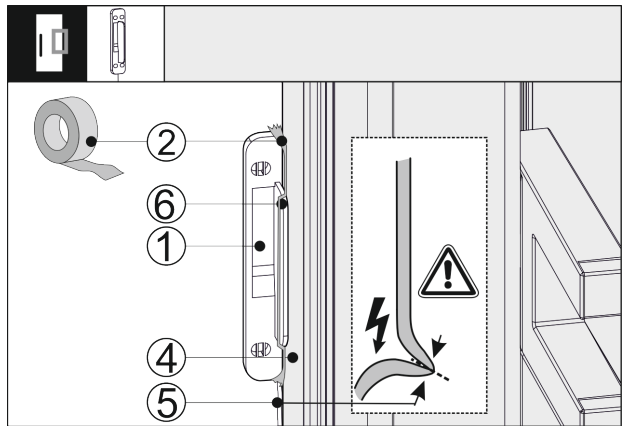

Fig. 42
- Aseta koputusanturi Fig. 42 (1) laiteoven sivulle Fig. 42 (4) niin, että vaste Fig. 42 (6) on kiinni laiteovessa Fig. 42 (4). Anturin johto Fig. 42 (5) on kevyesti jännitettynä ja se on myös kiinni laiteovessa Fig. 42 (4).
- Kiinnitä koputusanturi Fig. 42 (1) teipillä Fig. 42 (2). Koputusanturi ruuvataan myöhemmin kiinni kalustepeitteen kanssa.